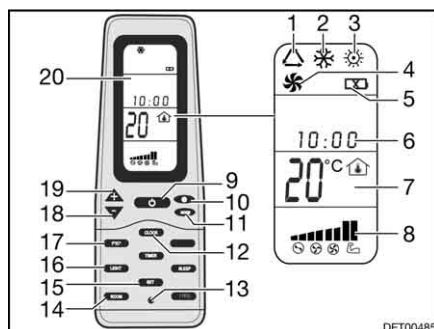

Fig. 123 Télécommande
- Appuyer sur la touche ON/OFF (Fig. 123,9).
- Appuyer sur la touche "Mode" (Fig. 123,11) jusqu'à ce que le mode de fonctionnement souhaité (Fig. 123,1, 2, 3 ou 4) s'affiche à l'écran (Fig. 123,20).
- Régler la température désirée à l'aide des touches "+" (Fig. 123,19) et "-" (Fig. 123,18).
- Sélectionner la vitesse souhaitée du ventilateur à l'aide de sa touche de vitesse (Fig. 123,10).